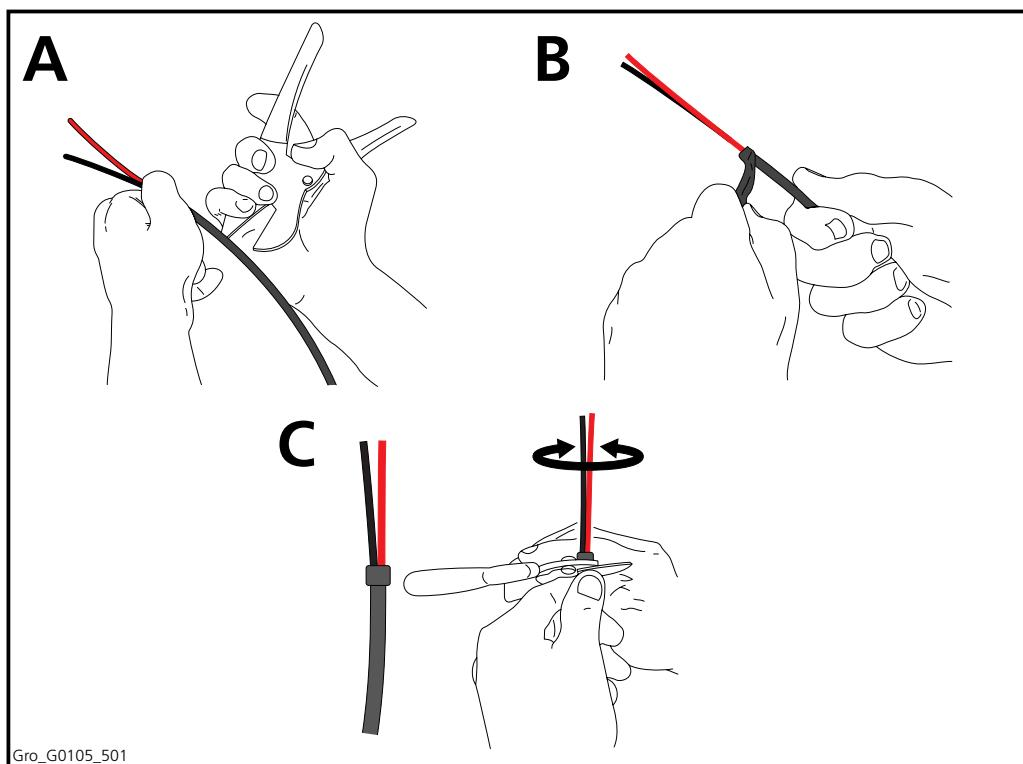

Fig 5.2 Eliminazione della guaina esterna
4. Determinare la lunghezza totale richiesta da ogni singolo condotto lubrificante del tubo multiplo (in poliammide) e rimuovere una porzione della guaina esterna corrispondente a questa lunghezza (Fig 5.2, A/B). Nel fare ciò, prestare attenzione a non danneggiare i singoli condotti lubrificante presenti nella guaina. La parte esposta del condotto lubrificante multiplo deve avere lo stesso aspetto di quanto indicato nell'illustrazione Fig 5.2, C.